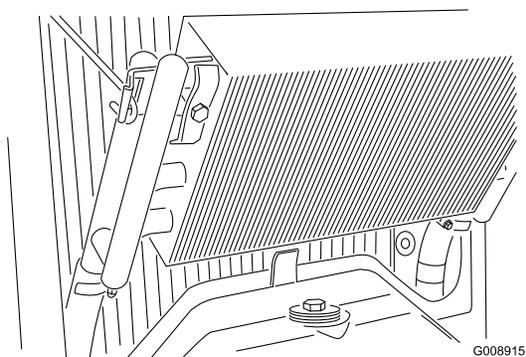

Figure 50
3. Déverrouillez le refroidisseur d'huile et faites-le basculer en arrière (Figure 50). Nettoyez soigneusement les deux côtés du refroidisseur et du radiateur avec de l'eau ou de l'air comprimé. Rabattez le refroidisseur d'huile en position.